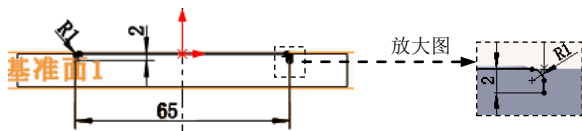

图 13.2.22 草图 1
Step4. 创建图 13.2.22 所示的草图 1。选取基准面 1 作为草图平面，绘制图 13.2.22 所示的草图 2。